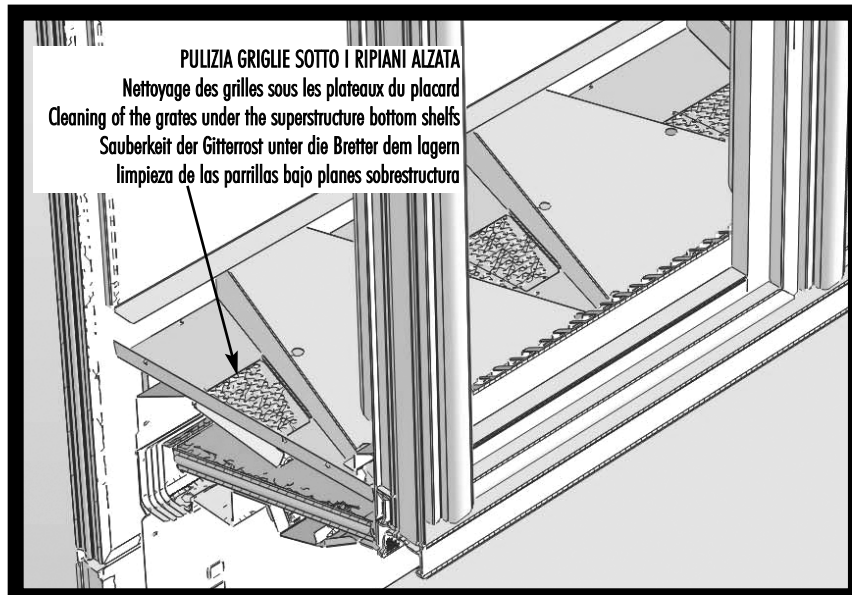

fig. 21
3) **Ogni tre mesi procedere alla pulizia delle griglie che si trovano sotto i piani di fondo dell'alzata (vedi fig. 21 a pag. 7).**